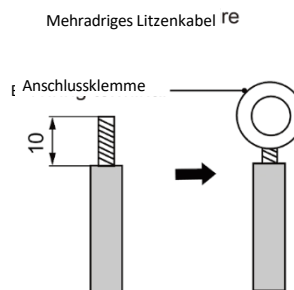

Abb. 5.2
(2) Anschluss des Litzenkabels (wie in Abb. 5.2 dargestellt)